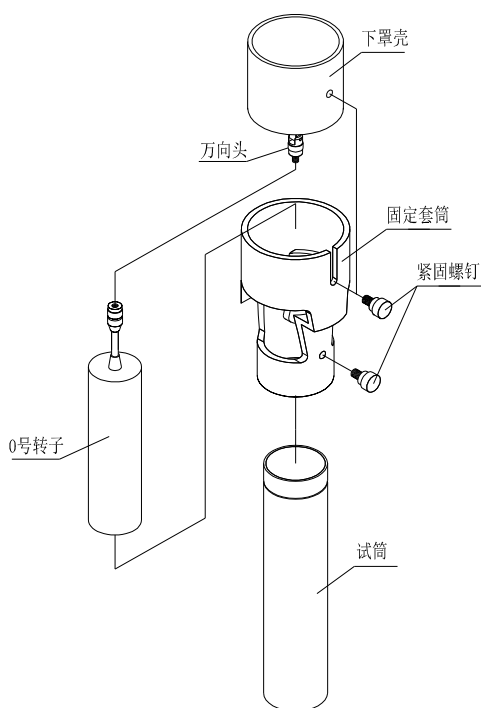
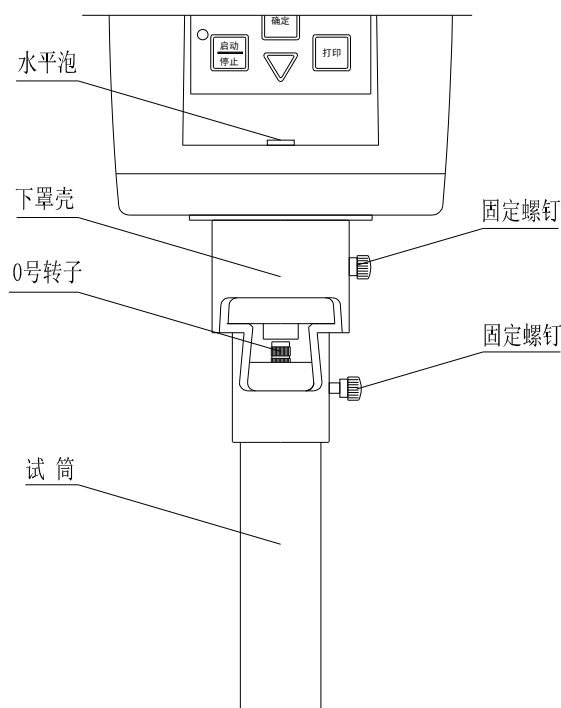

Fig. 5
Fig. 6
- (2) 0号转子的安装按图5所示，首先将0号转子顺时针方向旋转装在转子连接螺杆（万向接头）上。
- (3) 将固定套筒由下往上套入仪器底部下罩壳的圆筒上注意不要碰到0号转子，并用套筒固定螺钉旋紧。
- (4) 向试筒内倒入20ml被测样品。
- (5) 将装有样品的试筒由下往上缓慢地套入固定套筒直至上升到最顶部，并用试筒固定螺钉予以紧固，旋紧时必须注意试筒固定螺钉之锥形端以旋入试筒外壁上端之三角形槽内。全部安装好的0号转子部件如图6所示，控制好被测液体温度，调整好仪器水平状态后即可进行测试。
- (6) 注意0号转子使用时不可在没有流体装入时进行空载旋转，0号转子使用时不用装转子保护架。